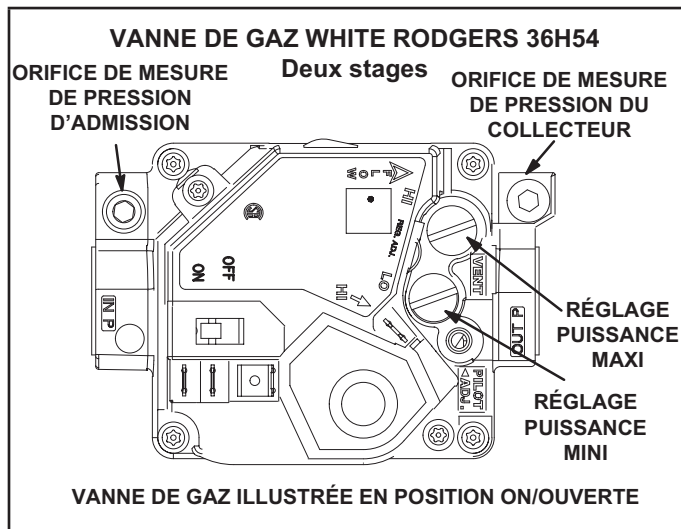

FIGURE 27
Fonctionnement de la vanne de gaz Honeywell VR8205Q / VR8305Q et White Rodgers 36H54 (FIGURE 27).
- 5 - Mettre l'interrupteur de la vanne de gaz sur **OFF/FERMÉE**. Voir FIGURE 27.
- 6 - Attendre cinq (5) minutes pour s'assurer que tout le gaz a eu le temps de se dissiper. En cas d'odeur de gaz, **ARRÊTER!** Appeler immédiatement le fournisseur du gaz depuis chez un voisin et se conformer à ses instructions. S'il n'y a pas d'odeur de gaz, passer au point suivant.
- 7 - Mettre l'interrupteur de la vanne de gaz sur **ON/OUVERTE**. Voir FIGURE 27.